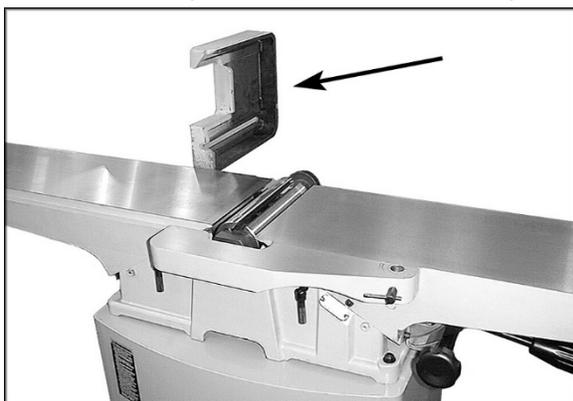

Рис. 38
6. Ослабьте два винта с внутренним шестигранником на кронштейне упора и отверните кронштейн в сторону (см. Рис. 38).